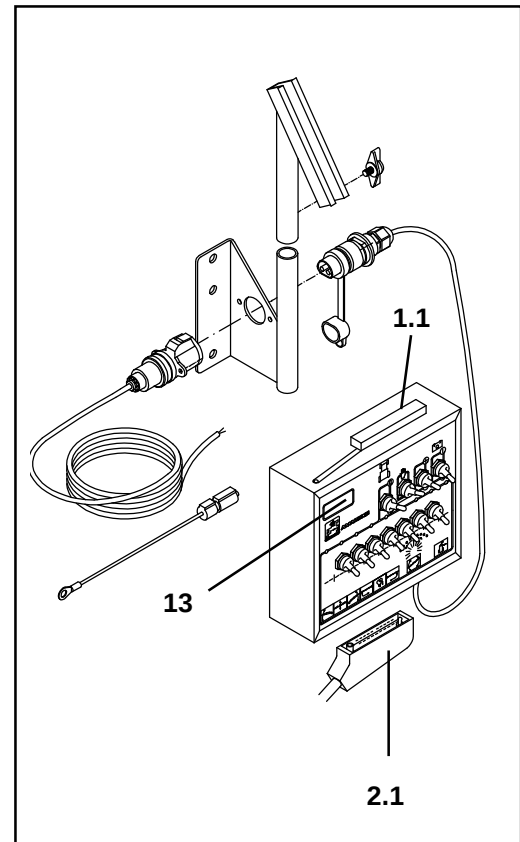

Fig. 8.5
- par affichage digital (Equipement spécial, exclusivement avec SKS 50 ou SKS 70) (fig. 8.5).
- Raccordez le câble côté machine (fig. 8.5/1.1) au boîtier de télécommande (fig. 8.5/1) (boîtier SKS 50 et 70).